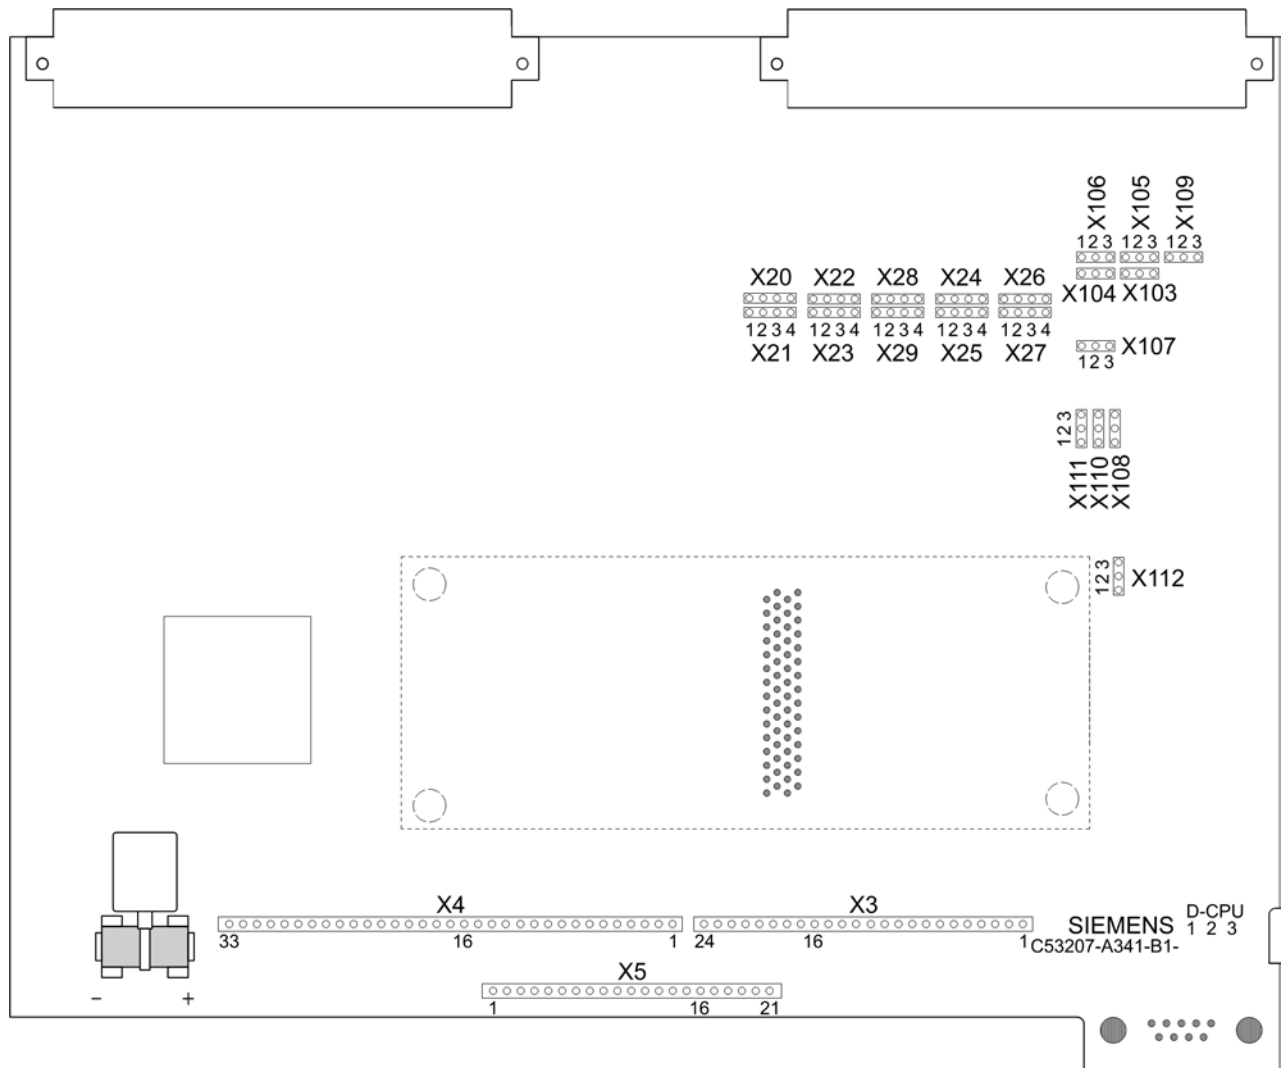

рис. 3-2 Расположение перемычек и буферной батареи модуля D-CPU (центральный модуль)
- Выньте штепсельные разъемы X3, X4, X5, расположенные на передней панели модуля D-CPU (рис. 3-2, стр. 39).
- Измените номинальное напряжение срабатывания дискретных входов модуля D-CPU путем изменения положения перемычек (рис. 3-2, стр. 39, Таблица 3-2, стр. 39).
- Нажмите на батарею, предварительно вставив ее во встроенный держатель модуля D-CPU (рис. 3-2, стр. 39). **Соблюдайте правильную полярность батареи!**